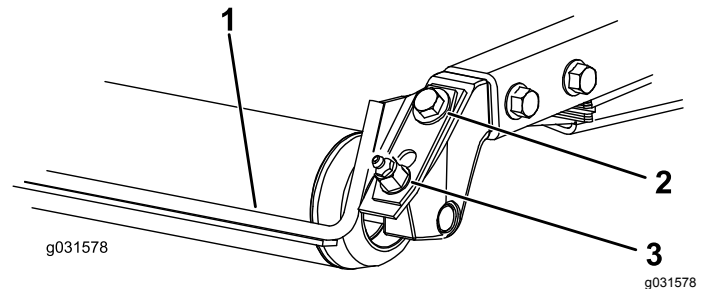

図 18
1. グリスフィッティングと取り付けねじをゆるめる 図 18。